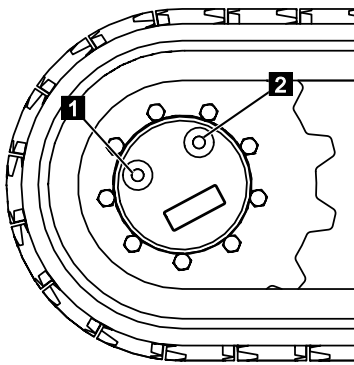

Abb. 152
5. Ölstand visuell kontrollieren. Das Getriebe muss bis zur Unterkante der Gewindebohrung (Abb.152/1) mit Öl gefüllt sein.
6. Ggf. Getriebeöl nachfüllen. Dazu das Öl langsam durch die Bohrung (Abb.152/2) so lange nachkippen, bis es zur Unterkante der Gewindebohrung (Abb.152/1) steht.